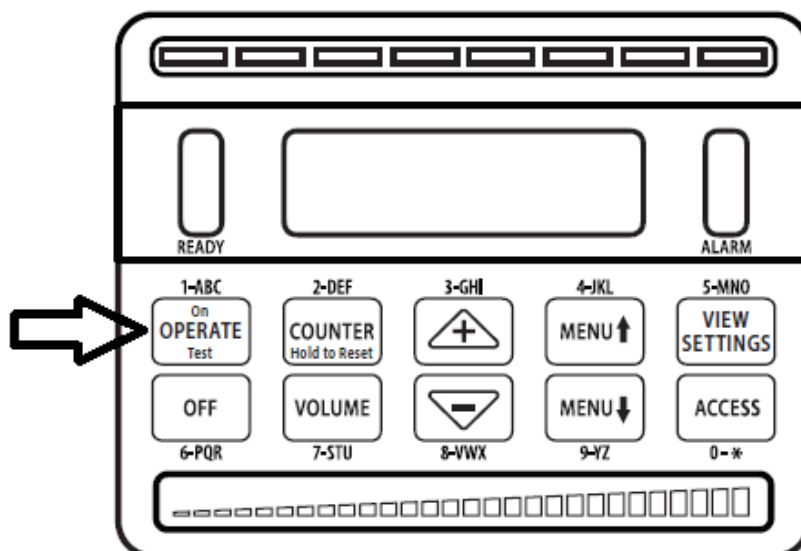

Рисунок 5
- Нажмите “OPERATE” (Работа), чтобы включить металлодетектор (см. Рисунок 5).